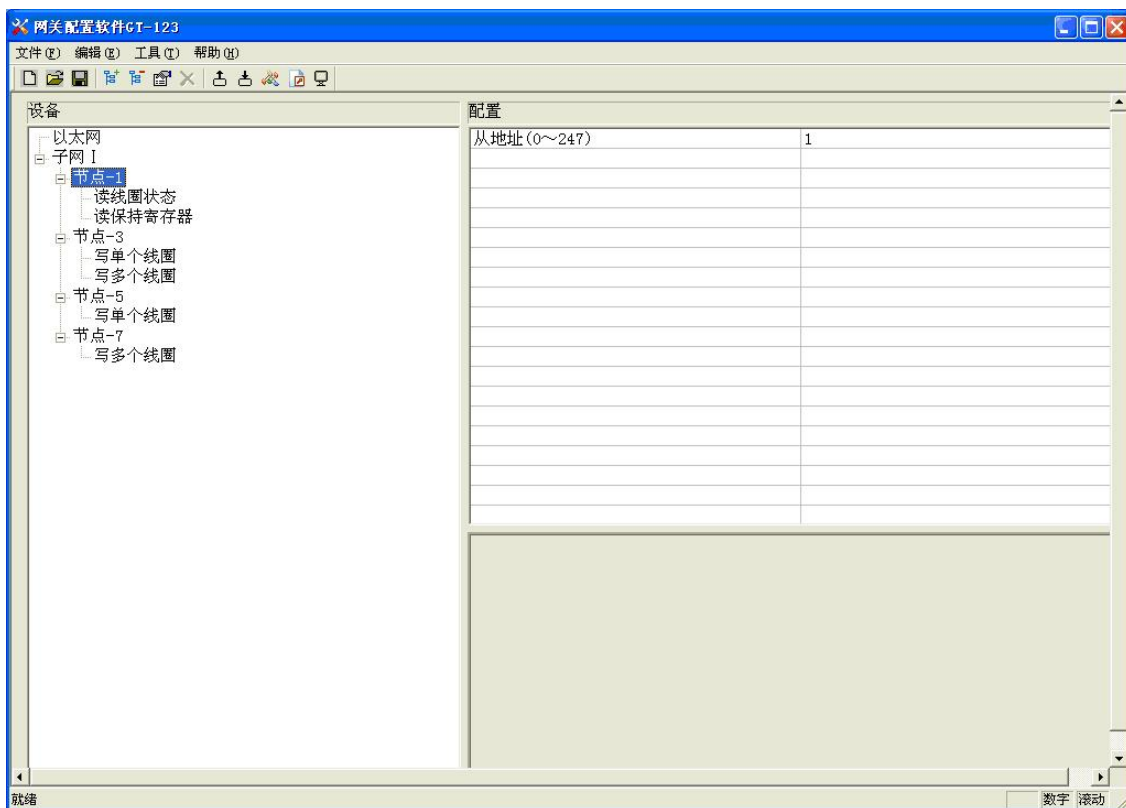

图 9：节点配置视图界面
3) 增加命令操作：在节点上单击鼠标左键，然后执行增加命令操作，为该节点添加命令。弹出如下选择命令对话框，供用户选择，如图 9 所示：